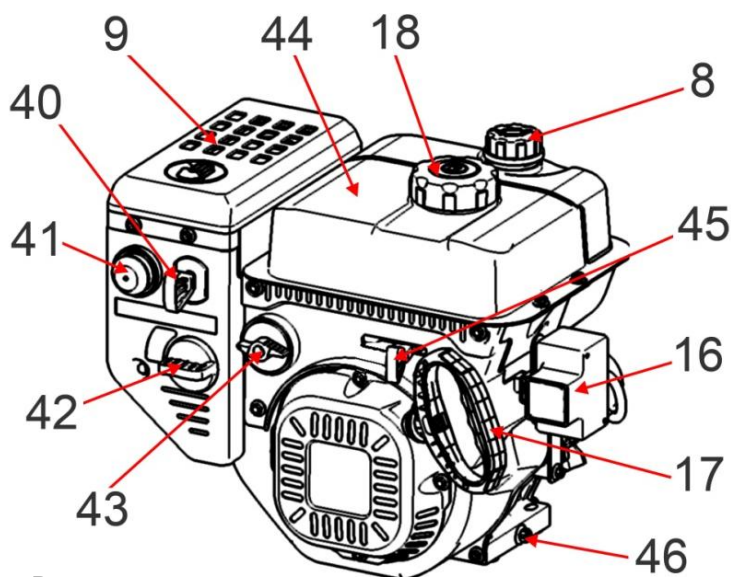

Рис. 12
- Открутите крышку (8). Крышка имеет встроенный щуп уровня масла.
- Снова выньте щуп – и на нем останется метка уровня масла. Если уровень масла меньше нижней линии (L) на щупе, долейте масло до отметки МАКСИМУМ (символ «Н») на щупе.
- Для слива отработанного масла, очистите поверхность около сливной пробки (46)(См. Рис.12).
Органы управления двигателя (См. Рис.12)
- Установите рычаг крана подачи топлива (43)(См. Рис.12) в положение «Открыто» (ON).
- Поставьте рычаг привода воздушной заслонки (42)(См. Рис. 12) в следующее положение:
- Установите рычаг управления оборотами двигателя (дроссельной заслонки)(45)(См. Рис.12) в максимальное положение «Заяц» (влево).
- Нажмите несколько раз на «праймер» (кнопка ручной подачи топлива) (41)(См. Рис.12), что бы накачать топливо в камеру сгорания карбюратора.
- Для электрического запуска «с ключа», вставьте ключ в замок электростартера (16)(См. Рис.12; 13).
- «**ВКЛ**» (ON). Зажигание включено. Двигатель можно запускать ручным стартером.
- 4.3.1. Откройте топливный кран (43)(См. Рис.12).
- 4.3.2. Закройте воздушную заслонку карбюратора (42)(См. Рис.12).
- После запуска двигателя полностью откройте воздушную заслонку карбюратора (42)(См. Рис.12).
- Установите рычаг управления оборотами двигателя (дроссельной заслонки) (45)(См. Рис.12) в положение «Черепаша» (вправо).
- Установите кран подачи топлива (43)(См. Рис.12) в положение «ВЫКЛ» (OFF).
- Если выбранной мощности недостаточно, можно увеличить число оборотов двигателя, установив привод дросселя (45) (См. Рис.12) в положение «Заяц» (влево). Увеличение оборотов двигателя так же прибавит производительности и силу выброса снега из желоба снегоотвода.